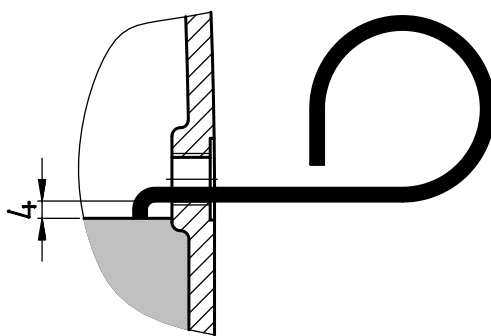

Figure 33 : Contrôle du niveau d'huile avec la jauge
2. Mesurer le niveau d'huile dans le réducteur à l'aide de la jauge à huile fournie (réf. : 283 28300500), tel que représenté dans la Figure 33. Ce faisant, maintenir à la verticale la partie de la jauge d'huile immergée. Le niveau d'huile maximal correspond au bord inférieur de l'alésage de niveau d'huile. Le niveau d'huile doit se situer env. 4 mm sous le bord inférieur de l'alésage du niveau d'huile. Plonger de nouveau la jauge dans l'huile.